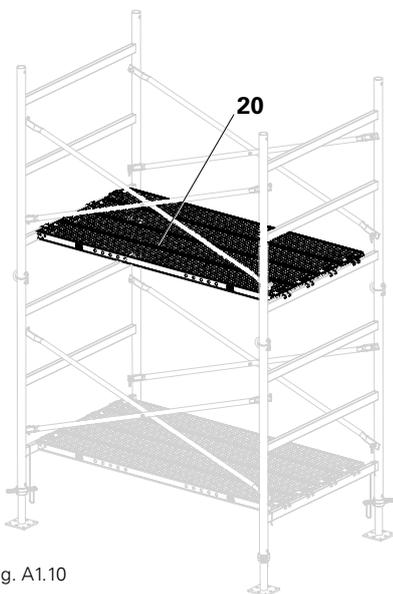

Fig. A1.10
4. Para el montaje del siguiente nivel superior, instale plataformas de montaje. (Fig. A1.10)
Cuando se montan los niveles adicionales, las plataformas (20) del penúltimo nivel pueden retirarse y usarse para el siguiente nivel. Si es necesario, instale niveles de plataformas adicionales. (Fig. A1.10 to A1.13)